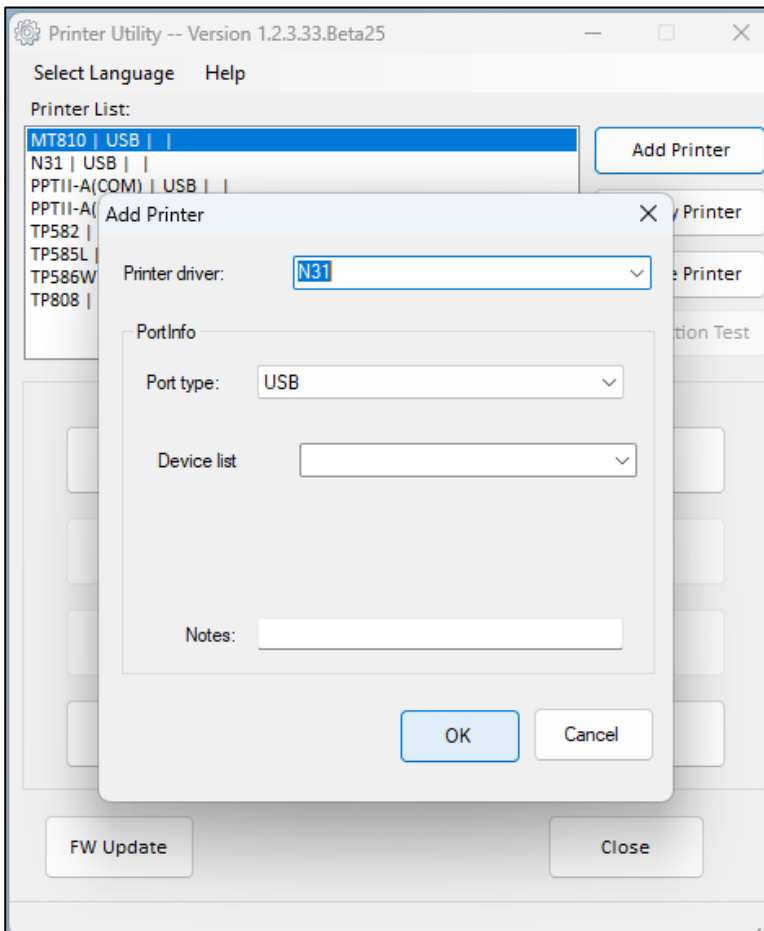

Рисунок 4. Добавление устройства
- В поле **Printer driver** выбрать **N31** (рисунок 4);